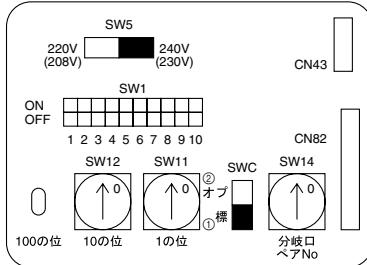

Fig. 6-7
6.4. Configuración de las direcciones (Fig. 6-7)